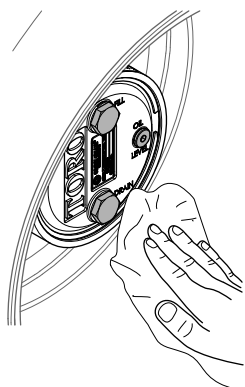

Figure 64
3. Essuyez soigneusement les carters de frein et de train planétaire (Figure 64).